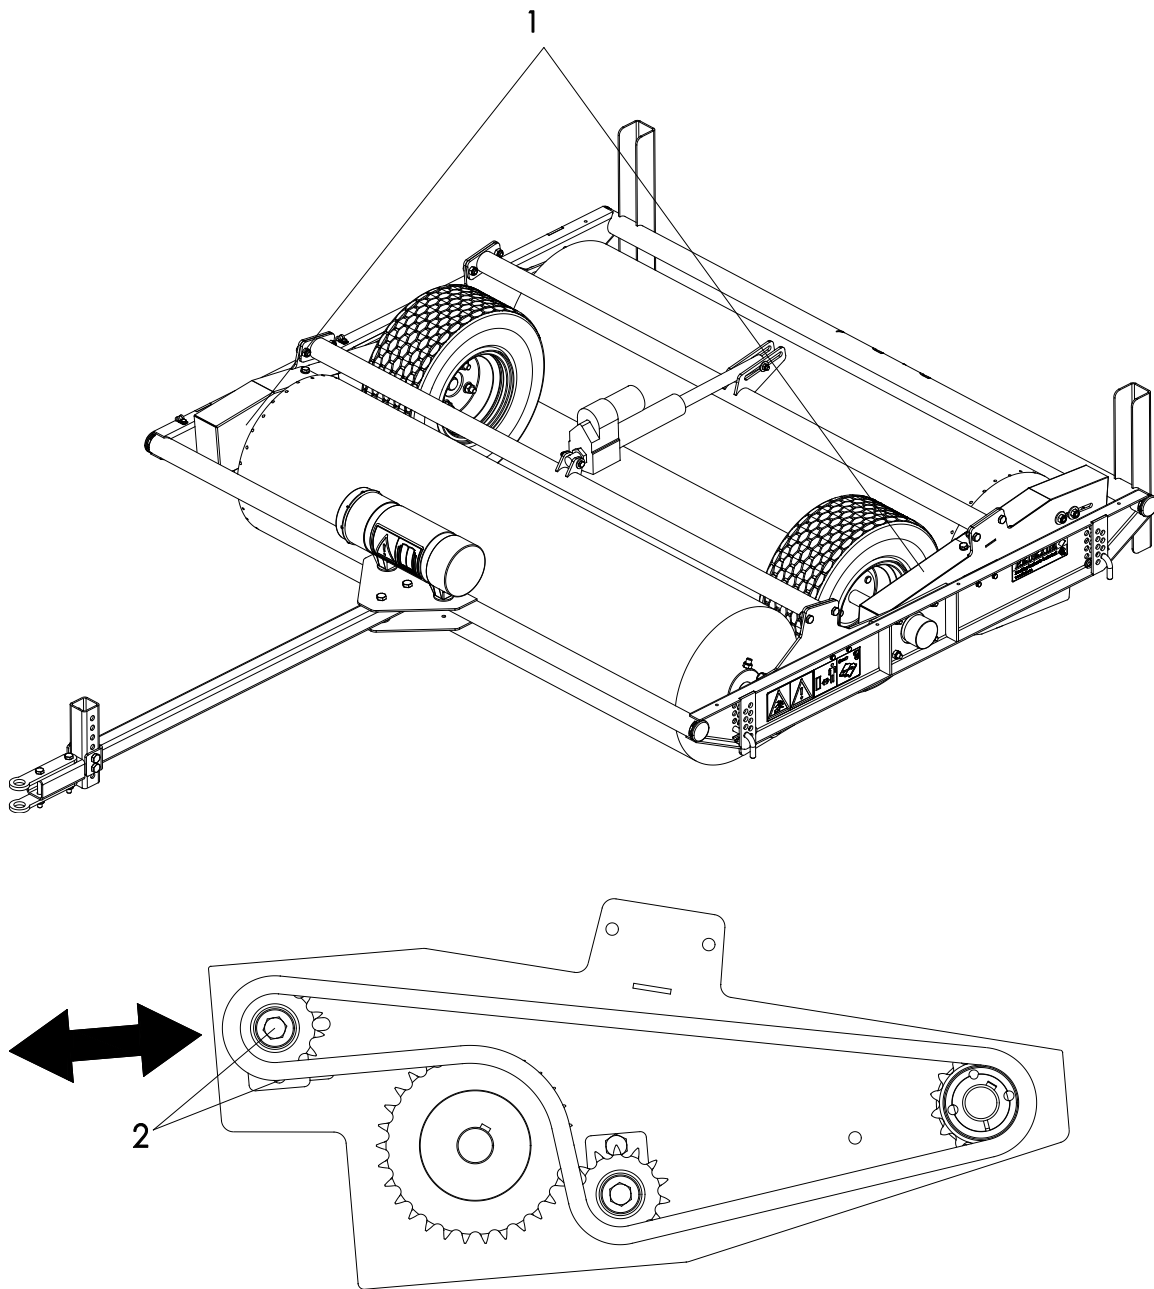

Fig. 11
1. Retirez les capuchons de sécurité (1) (fig. 11).
2. Dévissez les écrous dans le rouleau et tendez la chaîne (2) (fig. 11).